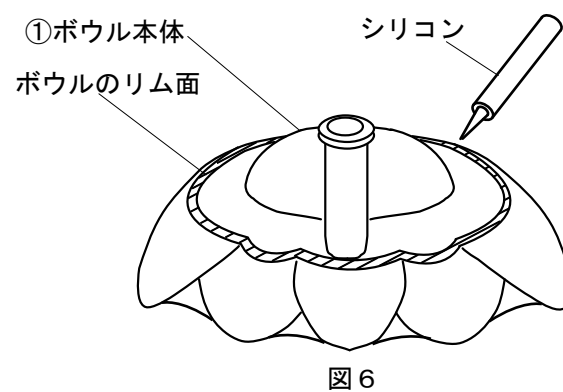

図6
4) ①ボウル本体裏面のリム面周囲にシリコンを塗布します。(図6)